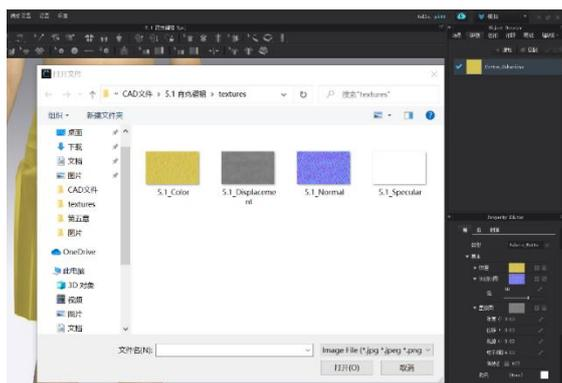

图 5-1-17 面料纹理设置
(1) 选中物体窗口“Cotton\_Gabardine”条目，在属性编辑器中设置面料的纹理等贴图。纹理设置对应“Color”贴图、法线贴图设置对应“Normal”贴图、置换图设置对应“Displacement”贴图，如图 5-1-17 所示。
(2) 选择物体窗口中“纽扣”条目，在属性编辑器中单击“颜色”编辑条目，打开“颜色”编辑器，鼠标选中“ (拾色器)”工具，在育克褶裙上单击，将育克褶裙颜色设置为纽扣颜色。